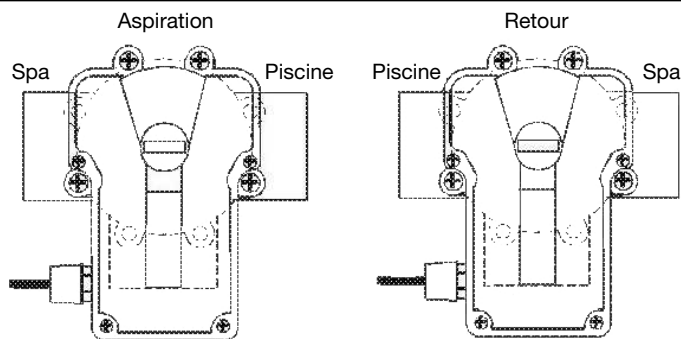
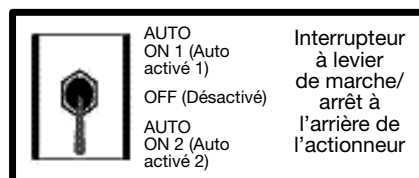

FIG. 4. Exemple de synchronisation
FIG. 5. Interrupteur à levier
La FIG. 4 représente les vannes et les actionneurs pour une combinaison piscine/spa. La vanne d'aspiration est raccordée à l'opposé de la vanne de retour. Dans ce cas, l'activation des actionneurs permet d'orienter l'un vers le spa et l'autre vers la piscine. Les actionneurs doivent être synchronisés. Pour synchroniser les actionneurs, mettez l'interrupteur à levier qui se trouve à l'arrière de l'actionneur non synchronisé dans la position inverse. Voir FIG. 5.
1. Faites basculer l'interrupteur à levier qui se trouve à l'arrière de l'actionneur jusqu'à ce que la rotation souhaitée de la vanne soit obtenue. Voir FIG. 5.
1. Lorsque l'actionneur est arrêté, mettez l'interrupteur à levier en position centrale [OFF (Désactivé)]. Voir FIG. 5.